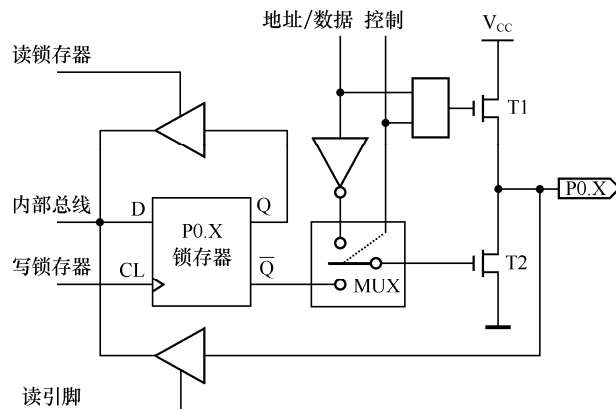

图 1.7 P0 端口的位结构
- P0 端口: P0 端口的位结构如图 1.7 所示。电路中包含一个数据输出锁存器和两个三态数据输入缓冲器, 另外还有一个数据输出的驱动和控制电路。这两组口线用来作为 CPU 与外部数据存储器、外部程序存储器和 I/O 扩展口的总线接口, 而不能像 P1、P3 那样直接用作输出端口。该 8 位都为漏级开路输出, 每个引脚可以驱动 8 个 LS 型 TTL 负载且内部没有上拉电阻, 执行输出功能时外部必须接上拉电阻(10kΩ即可); 若要执行输入功能, 必须先输出高电平方能读取该端口所连接的外部数据; 若系统连接外部存储器, 则 P0 可作为地址总线 (A0~A7) 及数据总线 (D0~D7)。